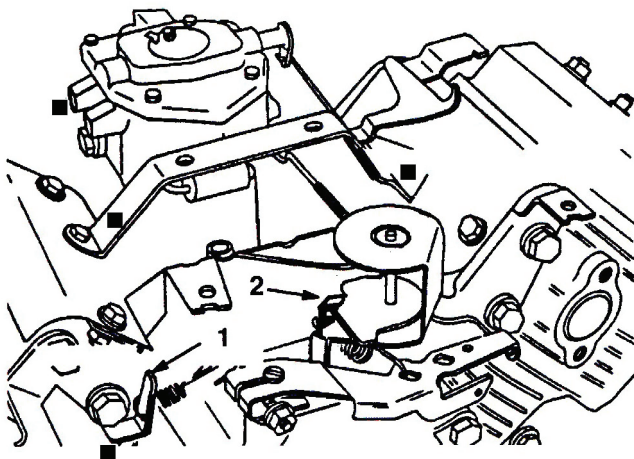

図46
- 調速アイドル・スプリング・アンカーの耳 (図46) を曲げて 1625 ± 50 rpm に調整する。タコメータで速度を確認のこと。
- スロットルコントロールを FAST 位置にする。高速アイドル・スプリング・アンカー (図46) の耳を曲げて 2850 ± 50 rpm となるように調整する。